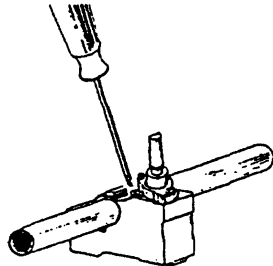

fig. 12 (S40 - S31)
- 2) Introduzir uma chave de parafuso no referido parafuso (fig.12);
- 3) Girar para o lado esquerdo para aumentar, para o lado direito para diminuir (fig.12).
- 2) Saet en skruetraekker i den dertil bestemte skrue (fig. 12).
- 3) Drej mod venstre for at forege minimum, mod hoejre for at nedsaette den (fig.12).
- 2) För in en skruvmejsel i den därtill avsedda skruven (fig. 12).
- 3) Vrid åt vänster för att öka, åt höger för att minska (fig. 12).